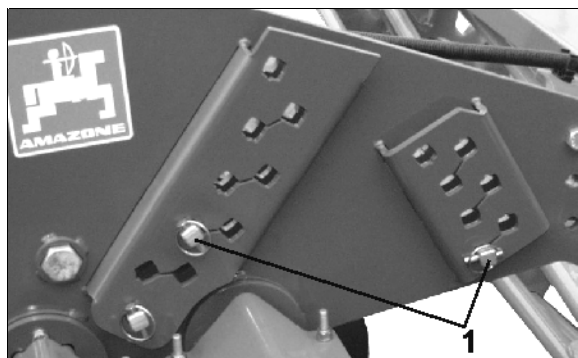

Fig. 29
3. Ringsplitten låses (Fig. 29/1).